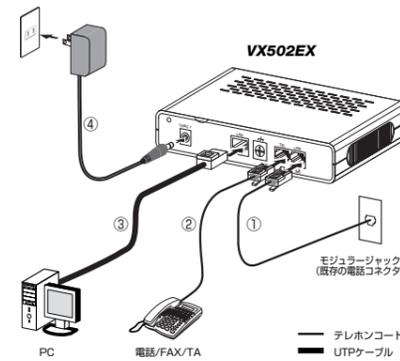

図 11 構成図
テレホンコード (図 11-①、②)
UTP ケーブル (図 11-③)
電源ケーブル (図 11-④)
テレホンコードを使用して、本製品と電話 / FAX / TA を図 11 のように接続します。
製品とモジュラージャックの接続 (図 11-①)
本製品と電話 / FAX / TA との接続 (図 11-②)
UTP ケーブルの接続 (図 11-③)
AC アダプターの接続 (起動と停止) (図 11-④)